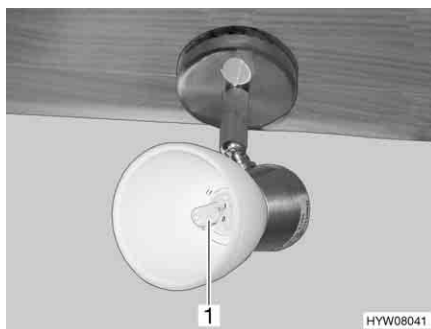

Fig. 248 Faretto alogeno
- Togliere la lampada alogena ad incandescenza (Fig. 248,1) dal supporto, tirandola in avanti.